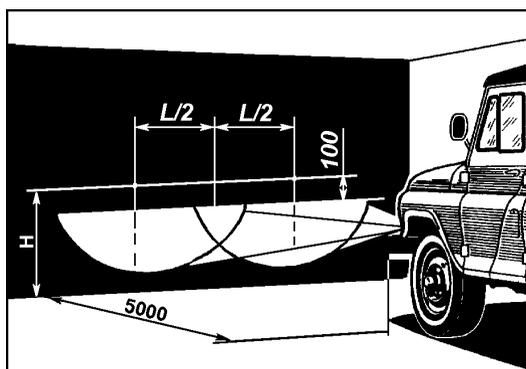

Рис. 8.9. Разметка экрана для регулировки противотуманных фар:
**Противотуманные фары** регулируются так, чтобы световые пятна на стене или экране были расположены, как показано на рис. 8.9.